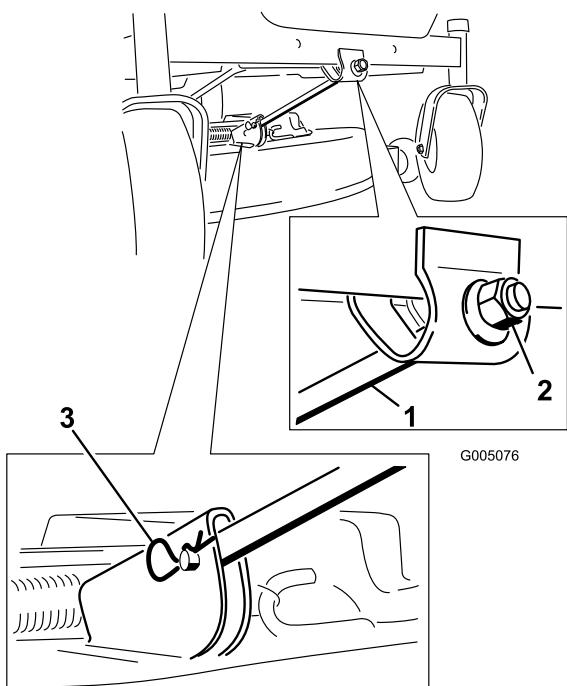

Figura 47
- Togliete la coppia a forcina e il perno con testa dall'asta di sostegno anteriore (Figura 47). Abbassate con cautela la parte anteriore del piatto di taglio fino al suolo.
6. Montate l'asta di sostegno anteriore sul piatto di taglio con il perno con testa e la coppiglia a forcina (Figura 47).